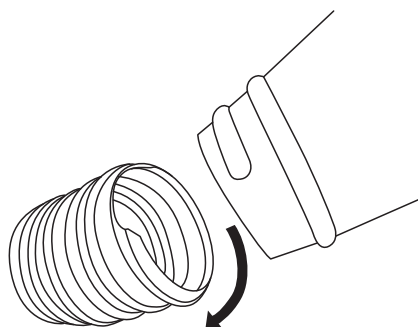

Fig. 23a
- c. Turn **clockwise** to remove (Fig. 23a).